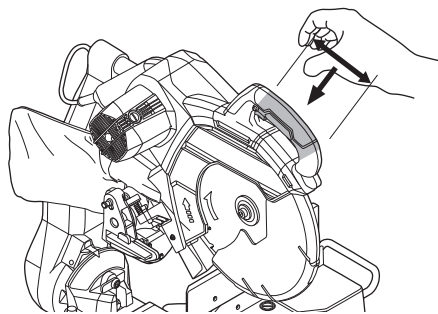

Fig. 1
1. S'assurer de bien tenir l'outil pendant le fonctionnement. Le non-respect de cette consigne peut entraîner des accidents ou des blessures. (Fig. 1)